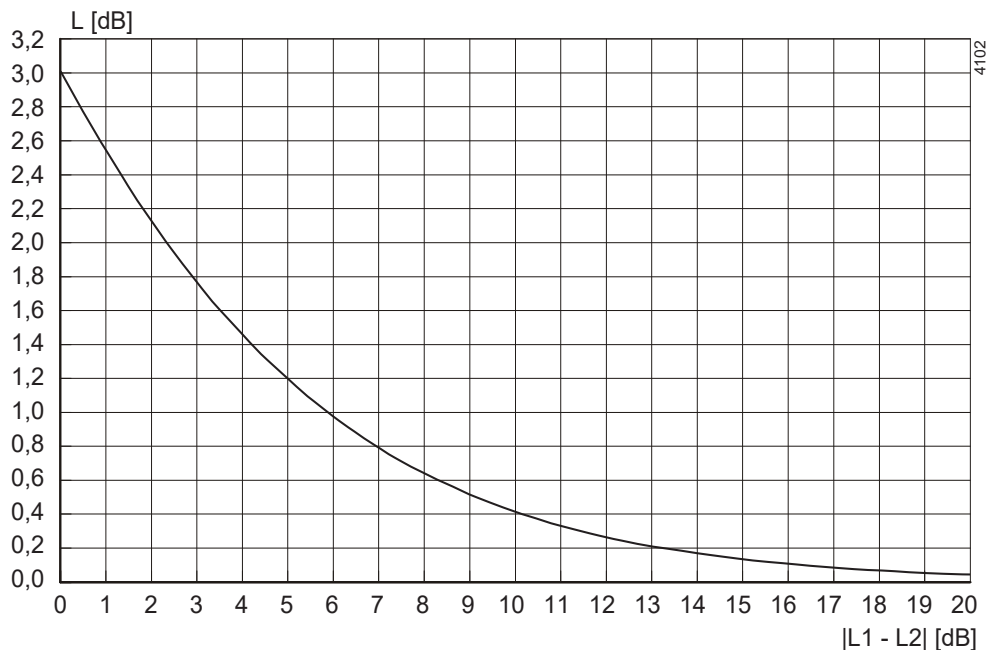

Figuur 24: Geluid als functie van het pompvermogen bij 1450 min^{-1}
- 1 Bepaal het geluidsniveau (L_1) van de pomp, zie figuur 24 of figuur 25.